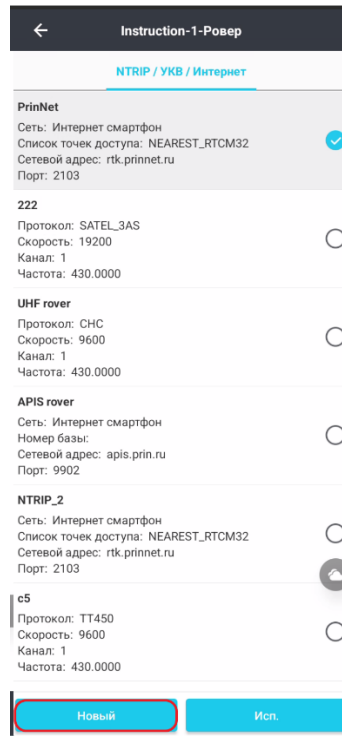

Рисунок 5.2.34
2. Выберите **Ровер** (Рисунок 5.2.34).